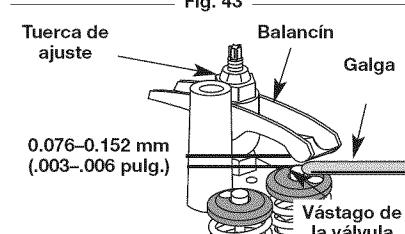

Fig. 43
- 7. Deslice la galga entre el brazo oscilante y el resorte de retorno de la válvula. Mida el huelgo entre el vástago de la válvula y el brazo oscilante (Fig. 43). Realice esto en las válvulas de entrada y de escape.